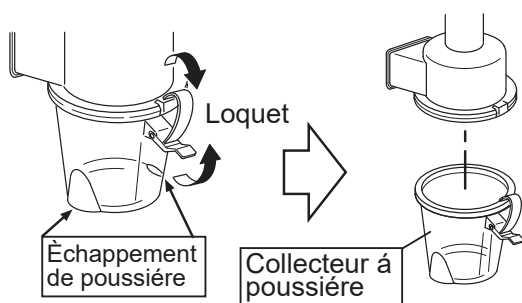

Figure 26. Décrocher le collecteur de poussière
1. Décrocher et retirer le collecteur de poussière (figure 26).